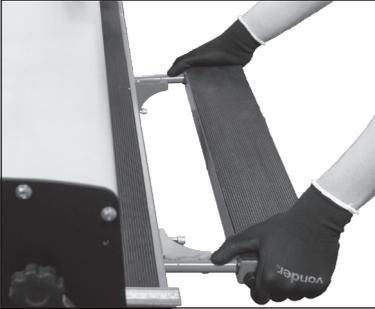

Fig. 3 – Base de apoio lateral
4. Fixe na máquina a base de apoio lateral (5). Isso proporciona o uso com cerâmica e porcelanato com medidas maiores (Fig. 3);